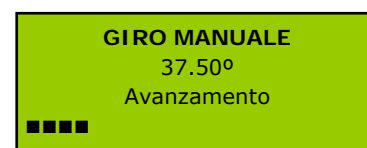

Figura 24.
- **Modo di giro manuale senza introdurre preventivamente un angolo con tastiera.** Per accedere a questo modo, schiacciare il pedale direttamente dal menù iniziale. Schiacciando il pedale, la macchina comincia a girare in senso d'avanzamento e nello schermo si visualizza l'informazione indicata nella Figura 24.